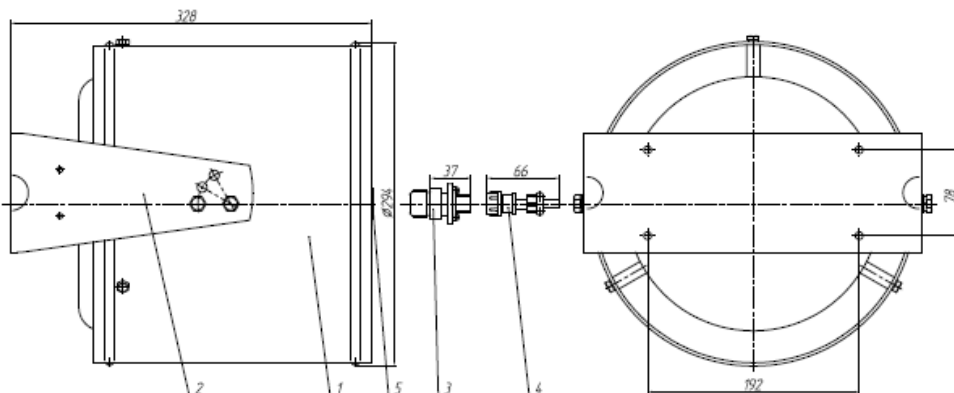

Рис.1. Генератор огнетушащего аэрозоля «Тор-3000»
- 3.1. В комплект поставки (рис.1) входит:
4.1. Устройство генератора (рис.1).